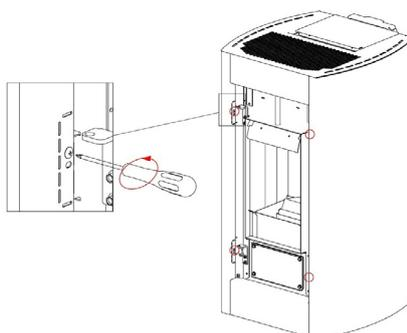
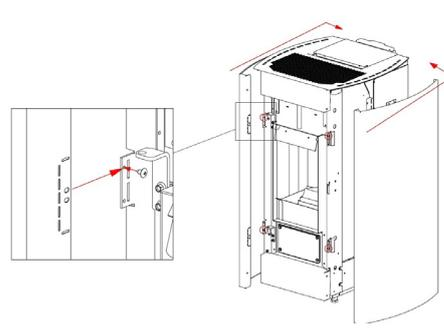

Fig. 42 - Entfernen der Schrauben
Fig. 43 - Entfernen der Seiten
- Die 4 vorderen Schrauben heraus-schrauben und die Seiten entfernen (siehe **Fig. 42 auf S. 23** und **Fig. 43 auf S. 23**).